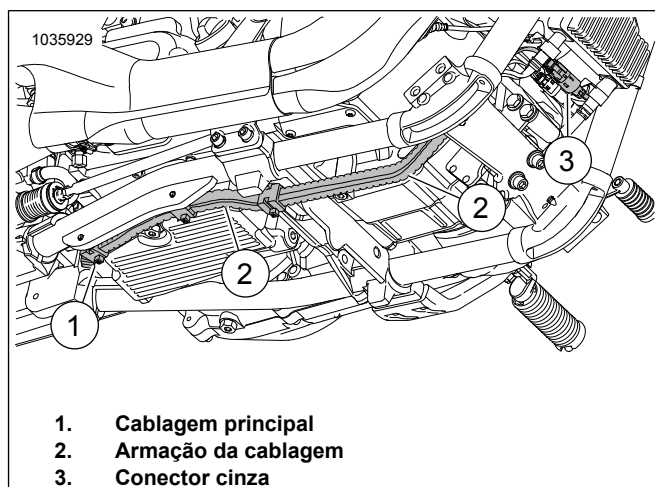

Figura 43. Armação da cablagem
12. Ver Figura 43. Encaminhe o conector cinza da cablagem para fora do compartimento traseiro da bateria:
- Localize a cablagem principal (1) que leva à armação da cablagem (2).
- Correspondência de cor dos conectores (3): cinza ao cinza.
- Fixe a cablagem ao lado interno da armação da cablagem (2) com abraçadeiras conforme necessário.